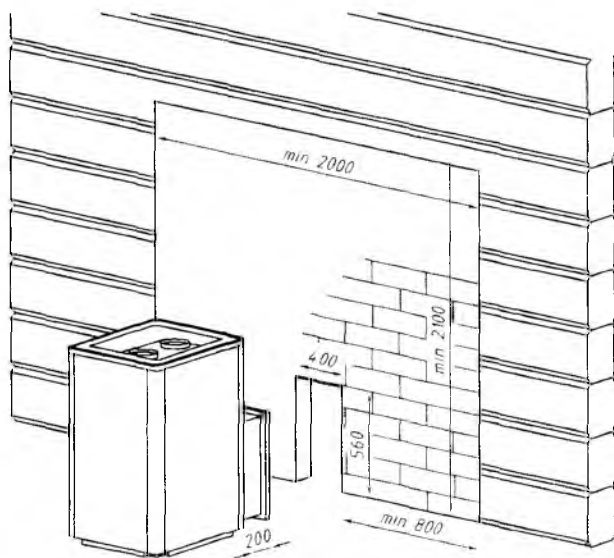

Рис. 2
- Прodelайте в стене проём согласно рис. 2.